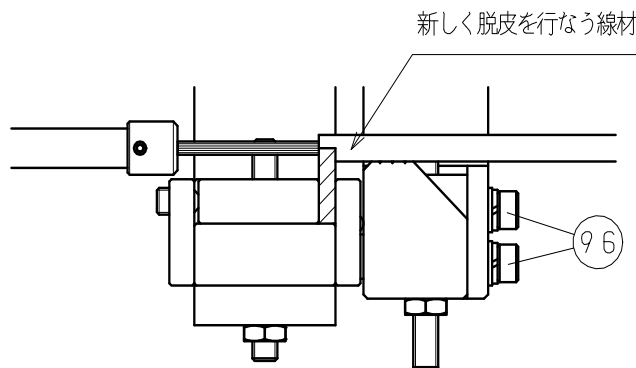

図2
- 5) No.20 : ツカミ部（固定側）を線材の外皮に当て、No.96 : ボルトを 2 本ともしっかりと締め付けて下さい。(図2参照)